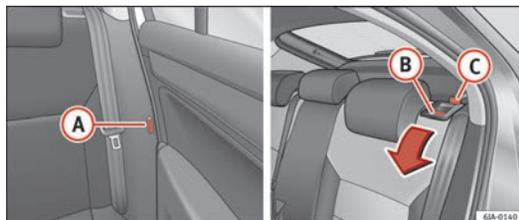

Fig. 74 Sbloccaggio dello schienale
- Introdurre la linguetta della cintura di sicurezza nel foro **A** ⇒ fig. 74 situato nel lato corrispondente del veicolo: posizione di sicurezza.